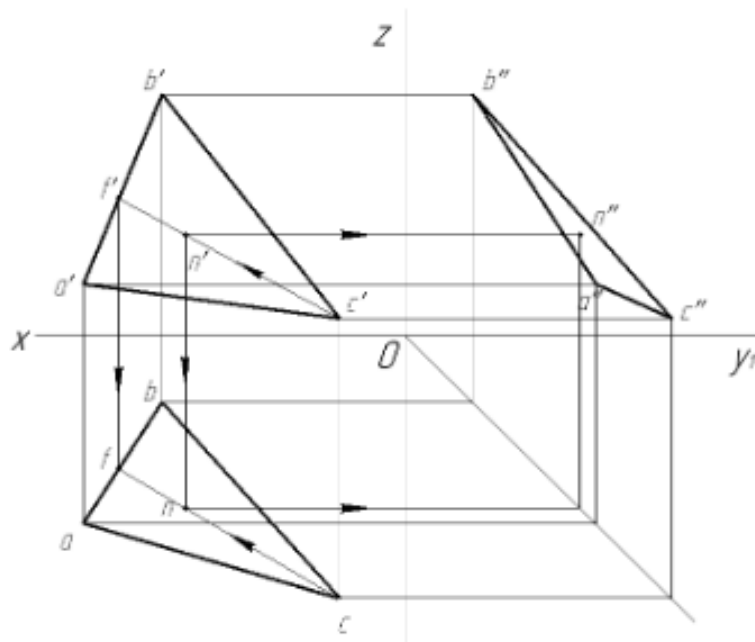

Рисунок 20
Через заданную проекцию точки, например, фронтальную проекцию n' точки N , расположенной на плоскости треугольника ABC (рис. 20), проводим фронтальную проекцию вспомогательной прямой любого направления, например, $s'f'$.
2. Построить комплексный чертеж плоскости ABC на трех плоскостях проекций (пример оформления решения задач см. рис.20);